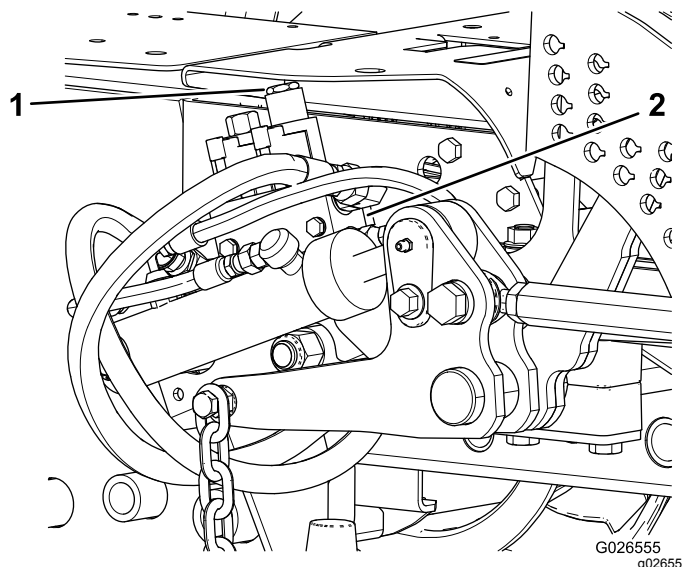

Figura 8
- A. Retire la tuerca que sujeta el conjunto de espaciador/bobina a la válvula de solenoide del orificio "A" del colector de la válvula de elevación (Figura 8).